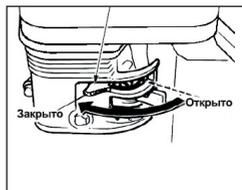

рис.6
- Установить рычаг управления воздушной заслонкой (рис.6) в крайнее левое положение - **закр^т** при пуске холодного двигателя, или в промежуточное положение при прогревом двигателя.